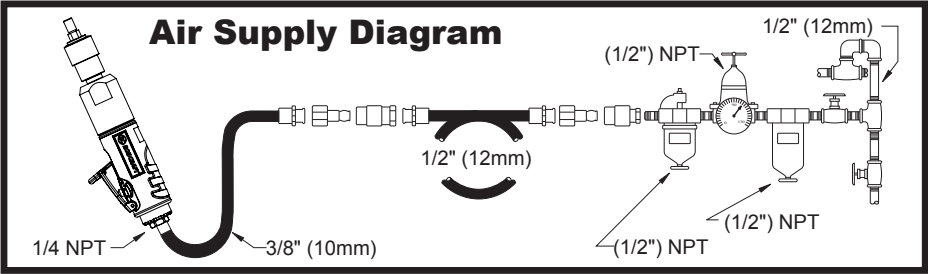

Fig. 01
3. Operation (See figures 01 & 02)
- Connect device as shown in Fig. 01.
- To start the machine, pull the lever (A). Machine speed is increase by increasing pressure on the lever. Release the lever to stop.
- Das Gerät wie in Abb. 01 gezeigt anschließen.
- Um die Maschine zu starten, muss der Auslöser (A) gezogen werden. Der Druck auf den Abzug bestimmt die Geschwindigkeit des Motors. Um die Maschine zu stoppen, den Auslöser wieder freigeben.